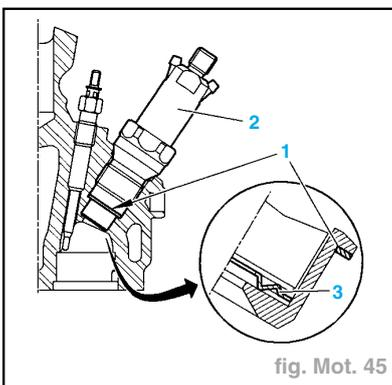

fig. Mot. 45
- Déposer (fig. Mot. 45) :
- les porte-injecteurs (2) (à l'aide de la douille réf. 7007T),
- les rondelles d'étanchéité (1).